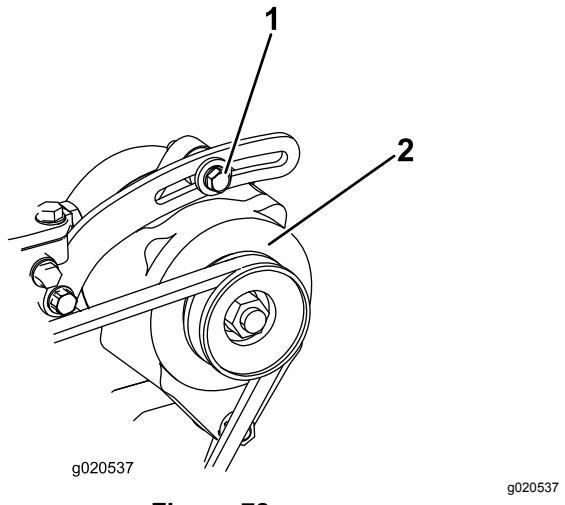

Figura 78
1. Afloje los pernos de montaje del alternador (Figura 78).